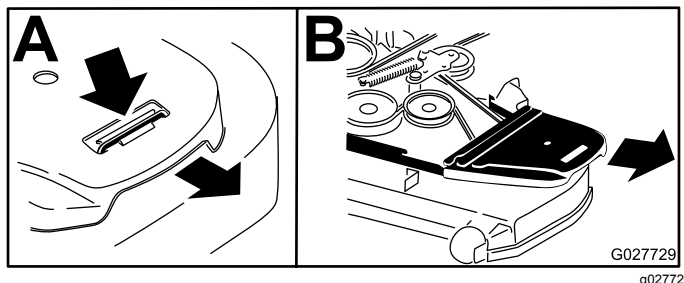

Figura 94
7. Retire la cubierta de plástico de la correa (Figura 94).
6. Retire las cubiertas de la correa (Figura 94).